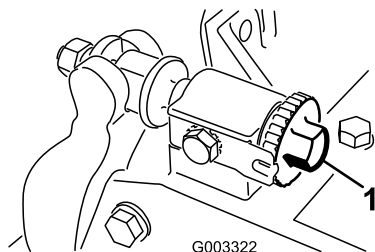

Figura 11
1. Coloque a unidade de corte numa superfície de trabalho plana e nivelada. Rode os parafusos de ajuste da barra de apoio no sentido contrário ao dos ponteiros do relógio para assegurar que a barra de apoio não entra em contacto com o cilindro (**Figura 11**).
Importante: Certifique-se de que as porcas na parte traseira dos parafusos de ajuste da barra de apoio não estão apoiadas na superfície de trabalho (**Figura 11**).